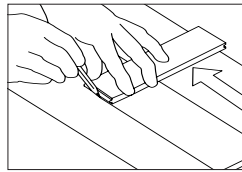

Figura 13
- **Tabla de sacrificio:** Si la pared no está derecha, corte la primera tabla (Figura 13) según sea necesario para mantener alineamiento con la línea entizada. Instale una tabla de sacrificio (con un borde recto) utilizando los sujetadores apropiados para la base. Si se usa una tabla para la hilera de comienzo, asegúrese de que la ranura quede dirigida hacia la pared.
- **Cuñas:** Alinee la primera hilera con la pared usando las cuñas para mantener la expansión de 1/2" (13 mm) en posición y estabilizar el producto. Si la pared no está derecha, corte la primera tabla (Figura 13) según sea necesario para mantener alineamiento con la línea entizada.